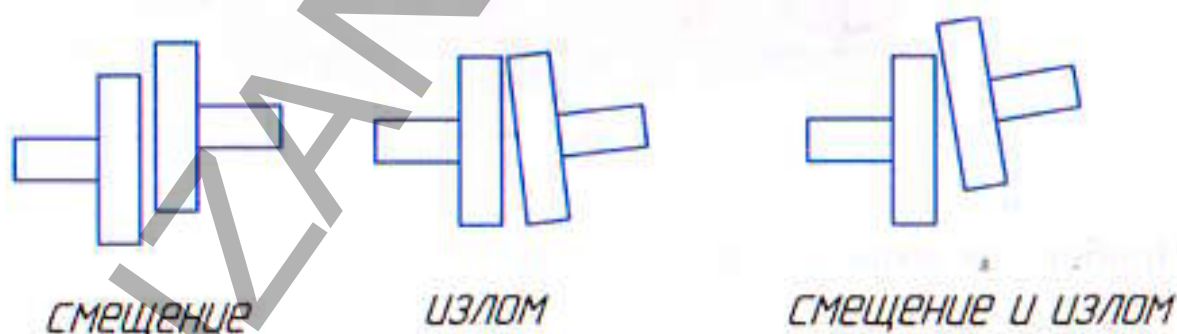

Рис.3
1.5.7. Несоосность механизмов выражается в линейном и угловом смещении валов. Чаще всего на практике они присутствуют одновременно. Различные виды несоосности показаны на рис.3.